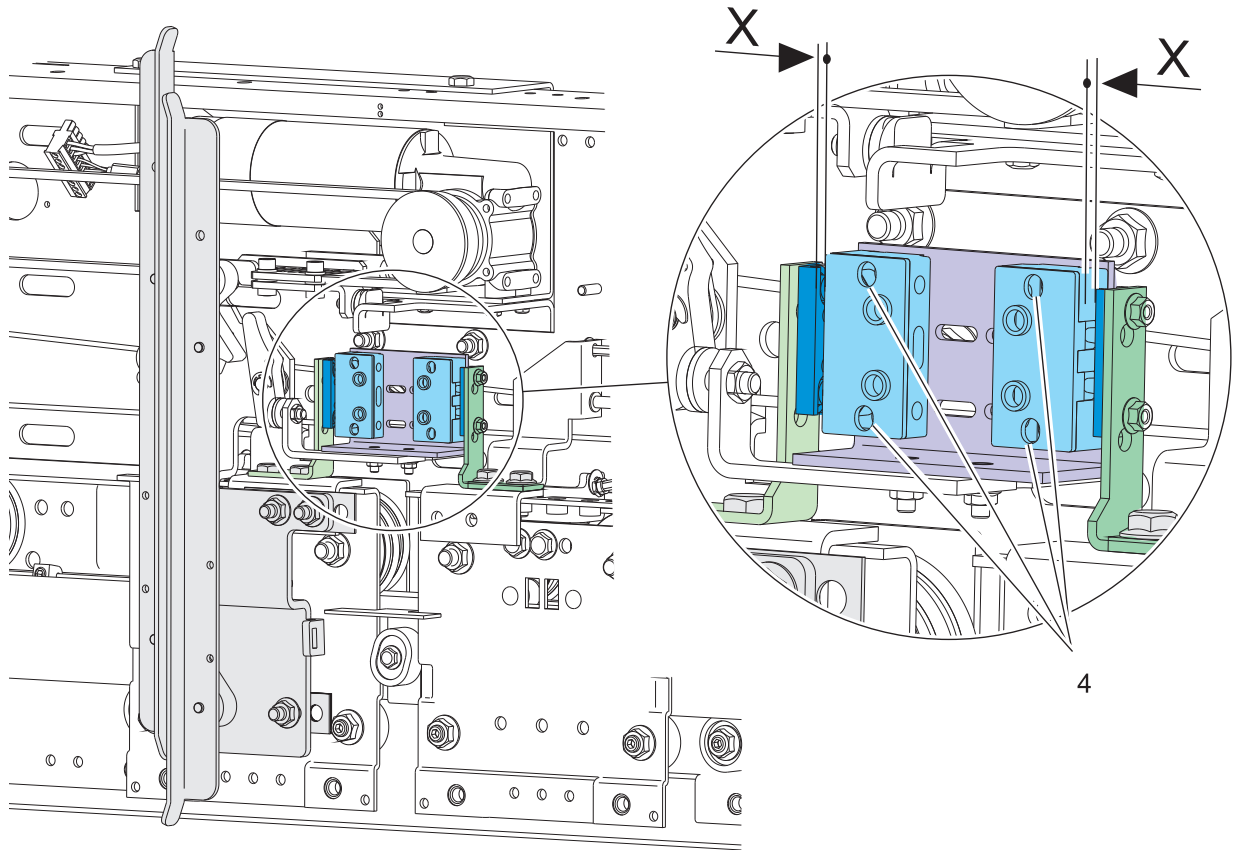

Abb. 49
- Verfahren, wie für die linke Schiebetür bei Abb. 49 beschrieben